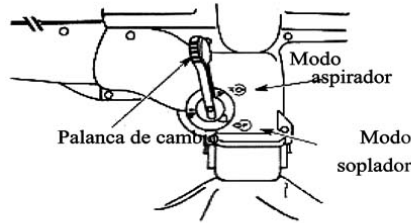

Fig 14
2. Cambie al modo soplador/aspirador moviendo la palanca hacia arriba (Modo Soplador) (Fig. 14).